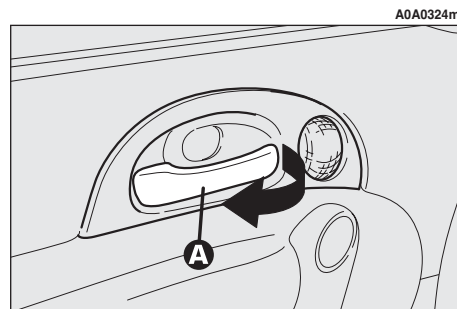

fig. 13
- Per aprire la porta tirare la leva (**A**-fig. 13).